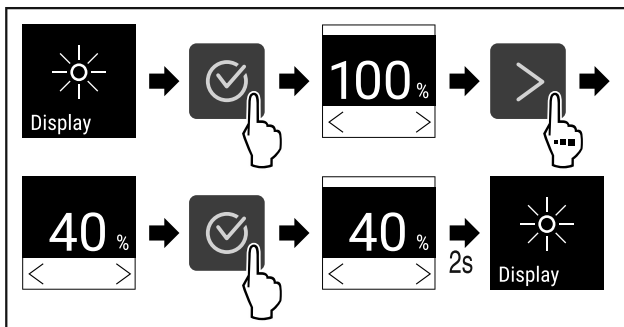

Fig. 77
- ▶ Atlikite veiksmus (žr. Fig. 77).